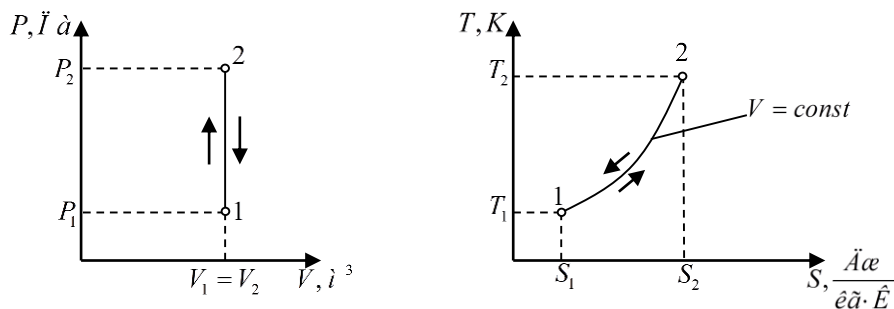

Рис. 5.1. Ізохорний процес в в PV і TS-координатах
4. Графічне зображення процесу в PV і TS-координатах (рис. 5.1.).